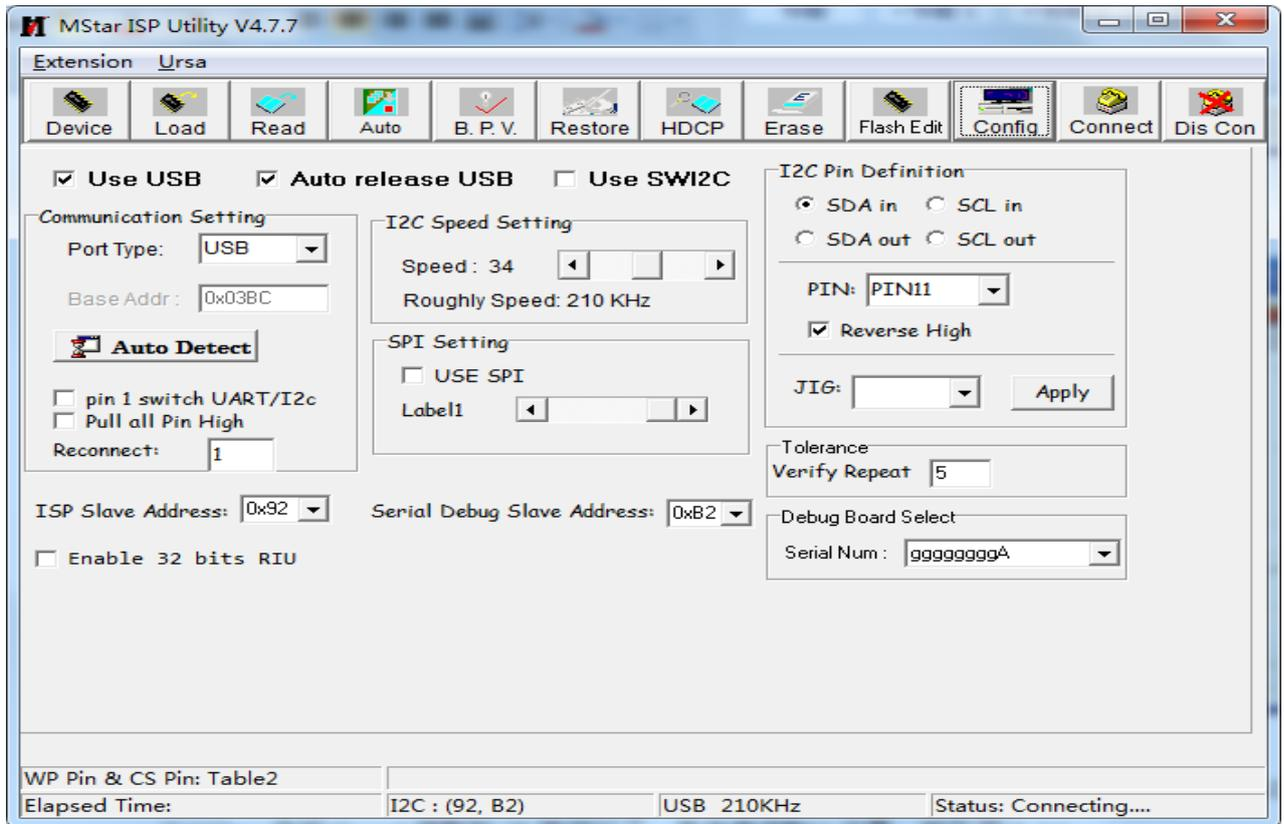

图 3.2
- 1) 打开时需要先检查一下配置, 对不符合的项进行更改, 点击“Config”按钮, 出现下图 3.2。